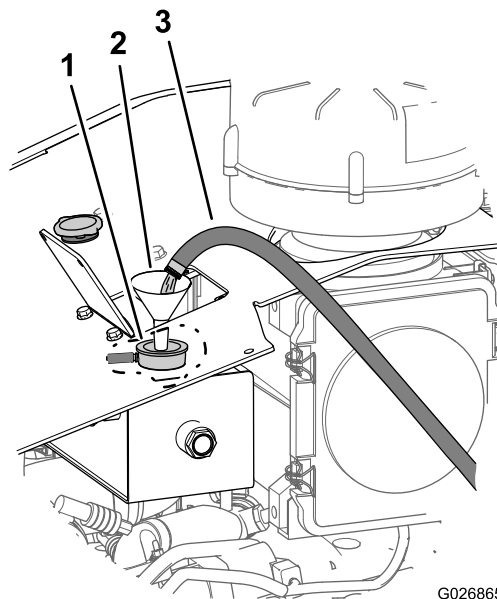

Figure 109
- A. Remplissez le circuit de refroidissement d'eau propre (Figure 109).